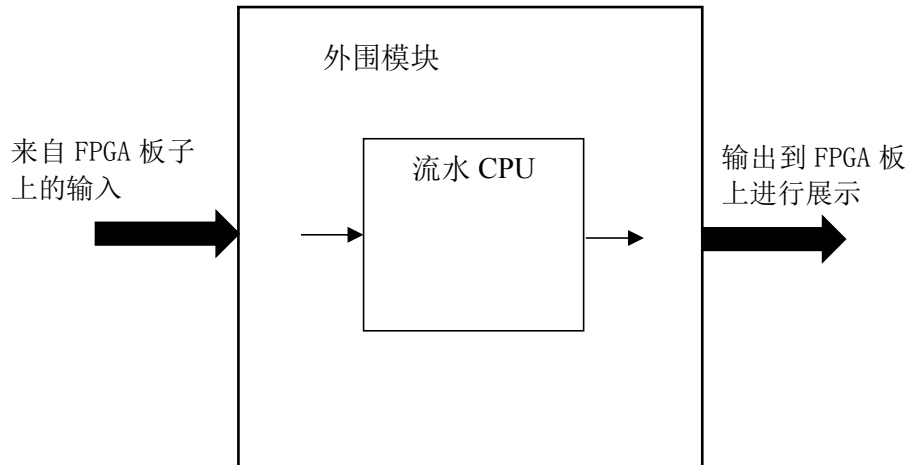

图 9.3 静态 5 级流水 CPU 设计实验的顶层模块大致框图
9. 将以上设计作为一个单独的模块，设计一个外围模块去调用该模块，见图 9.3。外围模块中需调用封装好的 LCD 触摸屏模块，观察 CPU 的内部状态，比如 32 个寄存器的值，各级 PC 的值等。并且需要利用触摸功能输入特定数据 RAM 地址，从该 RAM 的调试端口读出数据显示在屏上，以达到实时观察数据存储器内部数据变化的效果。通过这些手段，可以在板上充分验证 CPU 的正确性。
5) 如果对 FPGA 板了解的话，可确定设计中与 FPGA 板上交互的接口，画出包含外围模块的整体设计框图，即补充完善图 9.3。